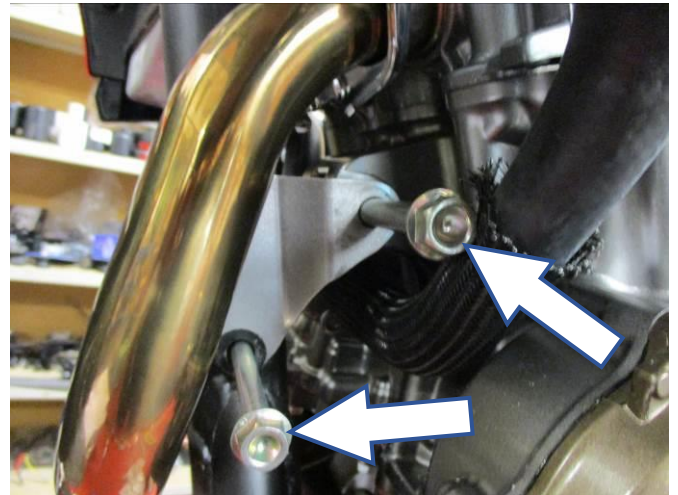
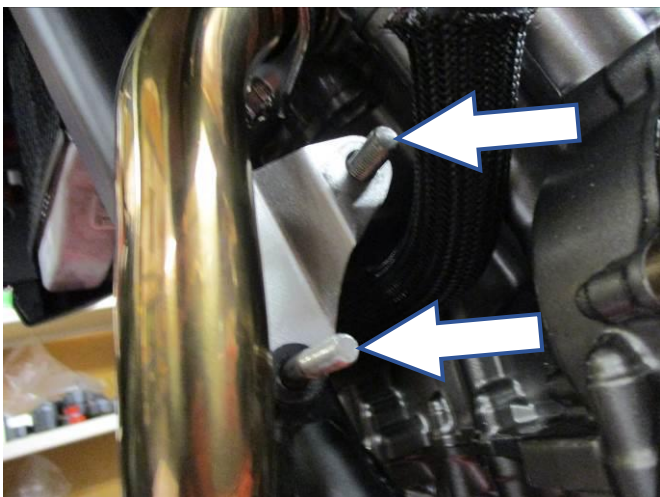

Abbildung 8
Abbildung 9
- Entfernen Sie die zwei oberen Schrauben, die in **Abbildung 8** gekennzeichnet sind (Hinweis: zwischen der Halterung und dem Rahmen ist ein Distanzhalter, der eventuell rausfallen kann - dieser Distanzhalter muss wieder montiert werden, wenn Sie die Verbindungsstange anbringen) und ersetzen Sie sie mit der großen Verbindungsstange (**Artikel 9**), und die kleine Verbindungsstange (**Artikel 12**) in die untere Öffnung einsetzen, sodass sie an beiden Seiten gleichmäßig hervorsteht (siehe **Abbildung 9**).